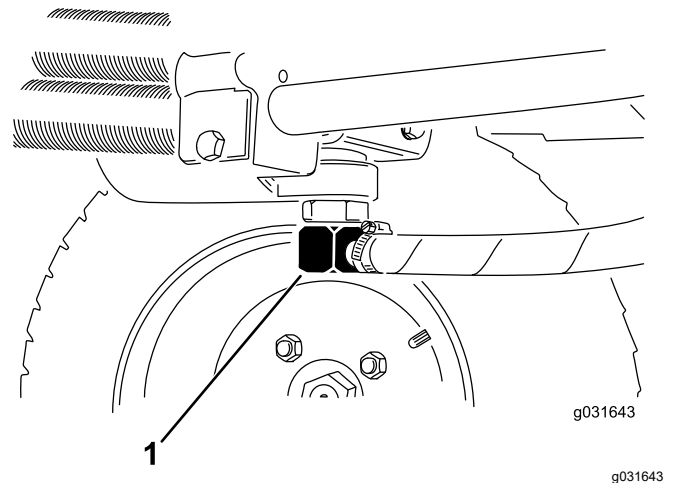
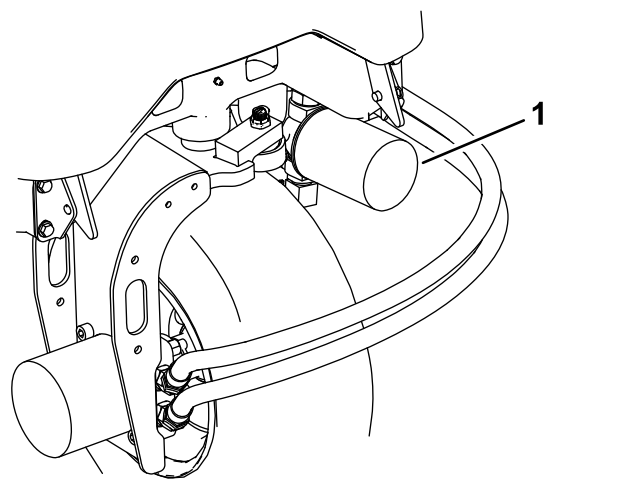

図 65
図 67
2. 油圧ラインの接続部または油圧フィルタを外し、流れ出すオイルを容器に受ける **図 67**と**図 65**。
3. オイルが全部流れ出たらラインを元通りに接続する **図 65**。
3. フィルタ取り付け部付近をきれいに拭い、下に容器を置き、フィルタを外す 図 67。